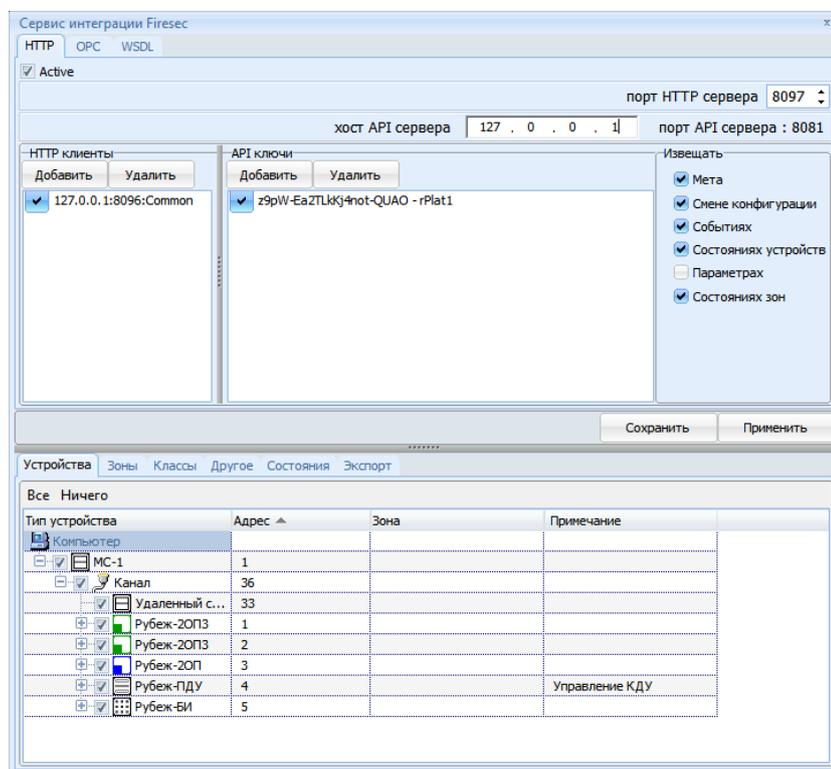

Рисунок 29.2 – Окно «IntegrationClient»
5) В результате откроется окно настройки «Сервисы интеграции ПО FireSec» (рисунок 29.2), в нижней части которого уже загружена наша конфигурация.